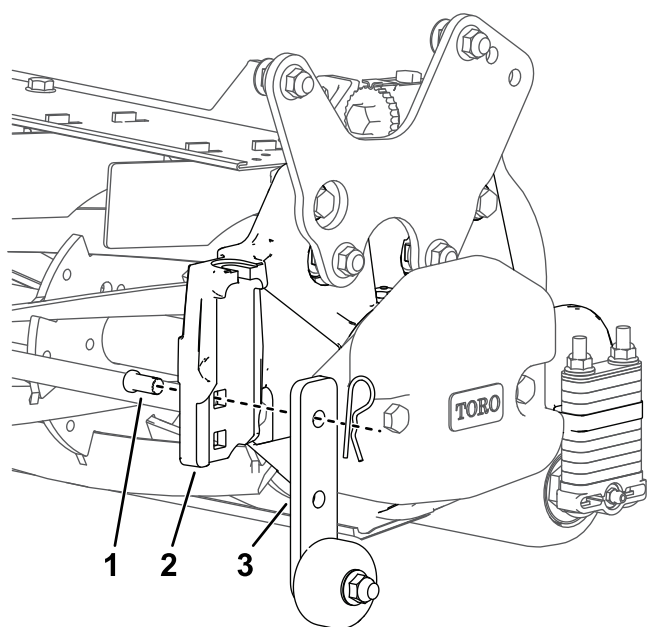

Figura 17
- Desça os suportes do rolo de oficina antes de a unidade de corte ser descida para o chão da oficina ou removida da unidade de tração (Figura 17).